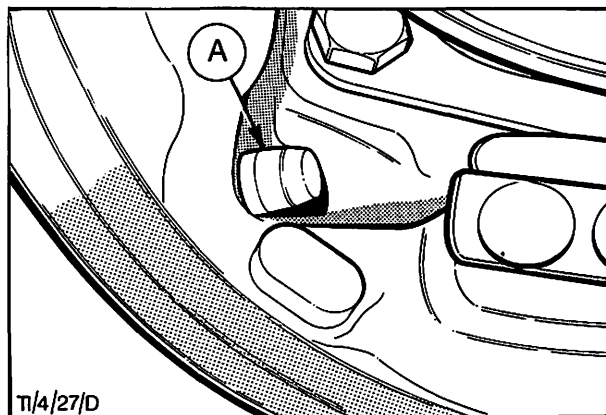

Abb. 50 A = Schwinghebelanschlag/-Prüfstift
4. Schwinghebelanschlag/-Prüfstift A, Abb. 50, überprüfen. Falls der Prüfstift beschädigt ist oder in der Führungsbüchse klemmt, Prüfstift aus dem Bremsträger herausziehen und erneuern.